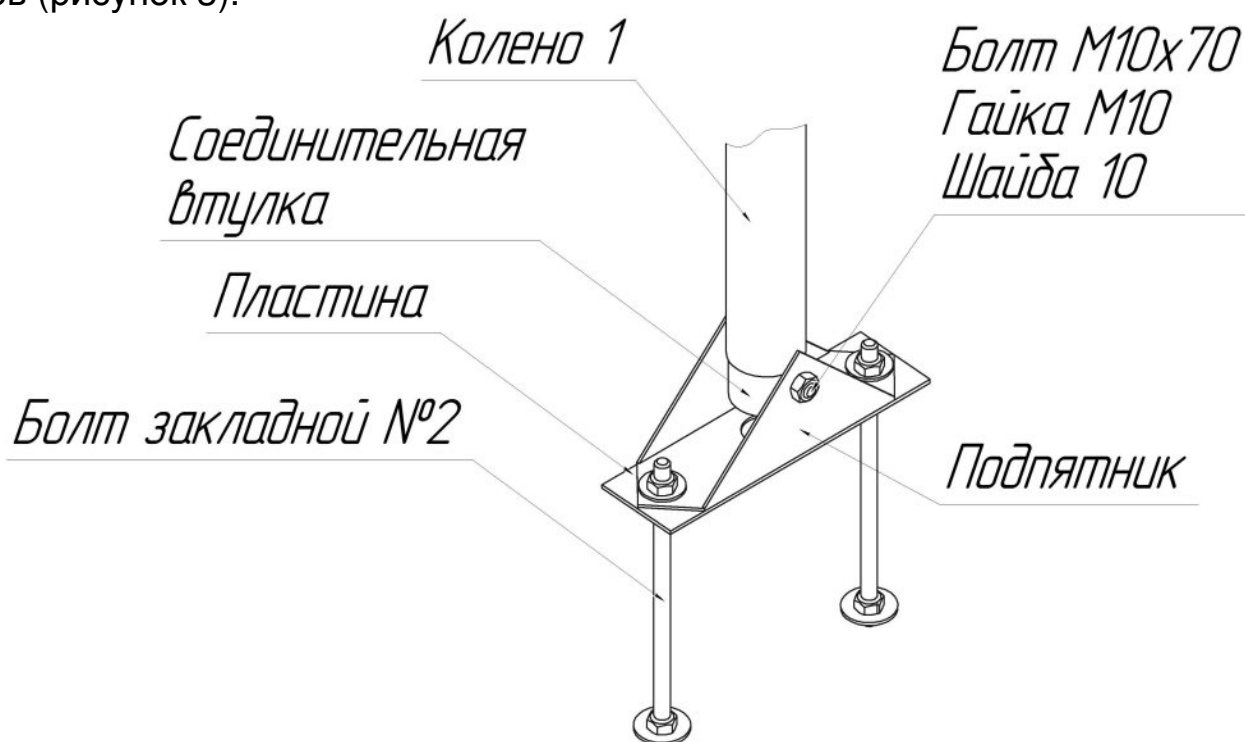

Рисунок 3 – Установка подпятника
4.3 Коленья мачты выполнены из алюминиевой трубы диаметром 51 мм и длиной 1500 мм, на одном из концов которой закреплена соединительная втулка. На противоположном конце трубы имеется отверстие, в которое при сборке входит установочный болт, закреплённый гайкой с наружи следующего колена. Нижнее колено устанавливается в соединительную втулку, которая крепится с помощью установочного болта М10х70 к подпятнику. Подпятник фиксируется на грунте с помощью закладных болтов и пластины. Пластина устанавливается на закладные болты для формирования межцентрового расстояния. Закладные болты бетонируются. После затвердевания бетона поверх пластины устанавливается подпятник и фиксируется гайками из состава закладных болтов (рисунок 3).
7.1.9 Закрепить соединительную втулку в подпятнике с помощью болта (рисунок 3).
7.1.10 Установить колено 1 в соединительную втулку (рисунок 3).